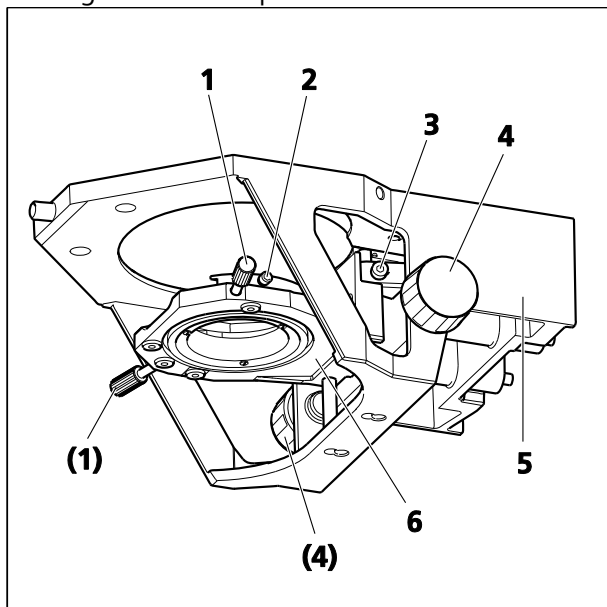

Fig. 77 Porte-condenseur
- 23 Porte-condenseur (voir page 90 et également Fig. 77)
- Le porte-condenseur (Fig. 77/6) fait partie du support de platine (Fig. 77/5).
- Insérer le condenseur dans le porte-condenseur et le fixer à l'aide de la vis de serrage (Fig. 77/2).
- Pour centrer le condenseur, tourner les deux vis de centrage (Fig. 77/1).
- Tourner la commande de réglage en hauteur (Fig. 77/4) pour régler le condenseur (porte-condenseur) selon l'axe Z.
- La vis de serrage (Fig. 77/3) limite la plage de réglage supérieure du condenseur. La limite facilite la recherche de la position de l'illumination de KÖHLER.